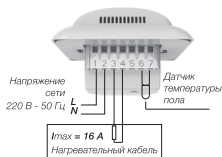

Рисунок 7. Схема подключения терморегулятора к сети
нагревательного кабеля и датчика температуры пола в гофрированной трубе. Выключатель терморегулятора должен находиться в положении «0» — выключено. Произвести подключение согласно схеме подключения (рис. 7).
стадии монтажа нагревательного мата или кабеля. Датчик температуры пола должен быть помещен в установочную гофрированную трубу, которая укладывается в подготовленную в полу канавку (штробу). Конец трубы, где располагается датчик, должен быть закрыт герметичной заглушкой для предотвращения попадания внутрь цементного или клеевого раствора. Гофрированная труба с датчиком температуры пола внутри располагается между витками кабеля, на равном удалении от них. Кабель датчика может быть удлинен до 50 м с помощью дополнительного силового кабеля. Два проводника в силовом кабеле например, используемые для питания нагревательного кабеля, не могут для этого использоваться. Возможны перепады напряжения, которые могут нарушить работу терморегулятора. Если кабель используется вместе с экраном, то экран не должен быть заземлен, а должен быть подключен к клемме (7) (рис. 7). Рекомендуется подключать сенсор по отдельному кабелю, помещенному в отдельную изоляционную трубку.